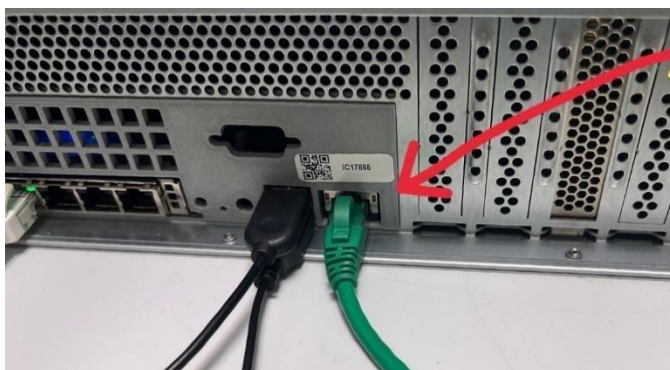

Рисунок 34 – Подключение кабеля RJ-45
2. Подключить один конец кабеля RJ-45 к порту управления сервера (см. Рисунок 34).